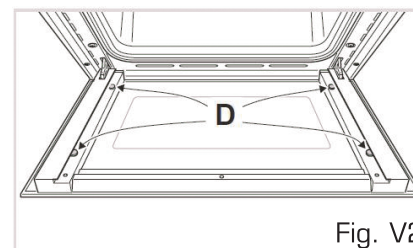
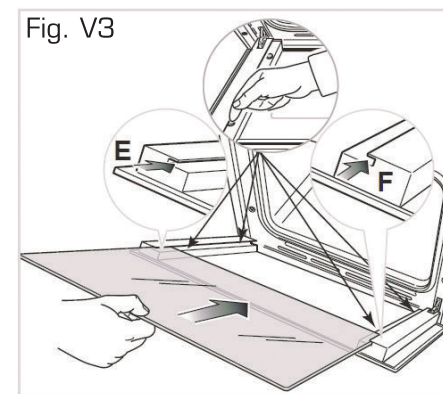

Fig. V2
Fig. V3
1. Assurez-vous que les 4 patins en caoutchouc sont à leur place (voir fig. V2). Sinon, replacez-les à la main (voir fig. V3).
3. Insérez les vitres dans les glissières « E » à gauche et « F » à droite et glissez-les jusqu'aux butées (H) (voir fig. V3 et V4).